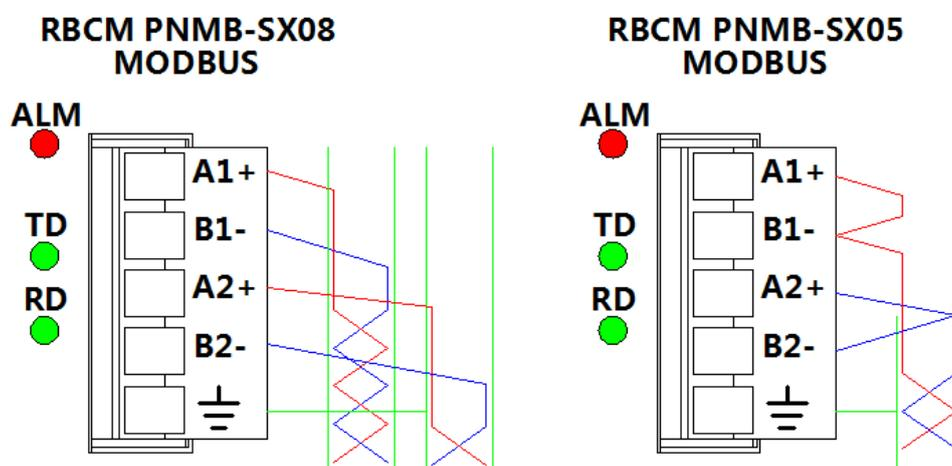

图2-4
-RS485通讯接口位于总线两端的接线图，RBCM PNMB-05型号 TA和A+短接，TB和B-短接，将内部的220欧姆终端电阻连接到A+和B-两端。RBCM PNMB-08需要外部接220欧姆终端电阻，见图2-4。